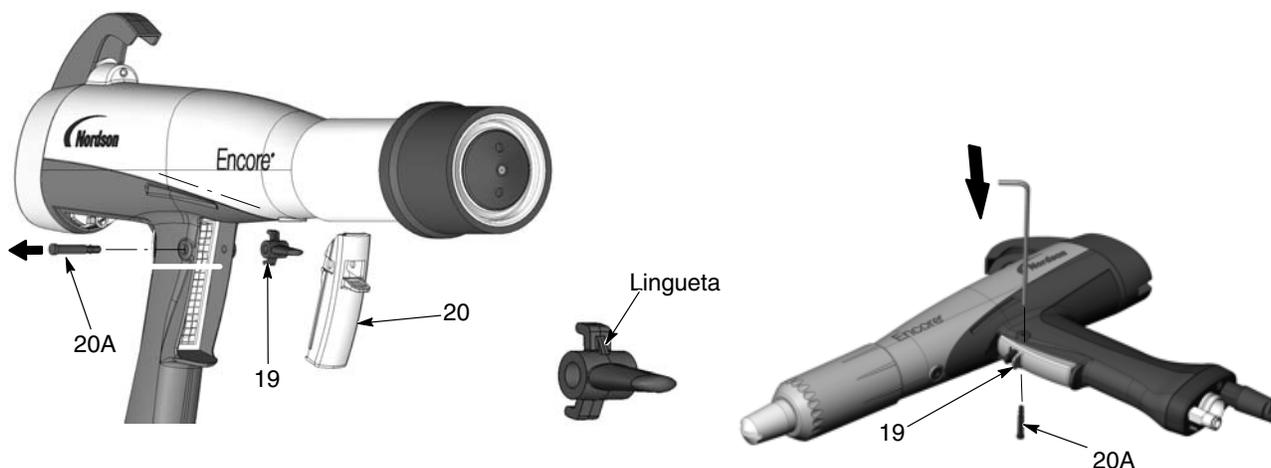

Figura 6-7 Remoção do eixo e dos gatilhos para fora do punho
3. Consulte a figura 6-7. Coloque a pistola de spray sobre uma superfície fixa, de modo que a extremidade com o diâmetro menor do eixo do gatilho (20A) fique orientada para cima.
5. Retire, do punho, o gatilho de spray (20), o atuador (21, não ilustrado) e o gatilho de purga (19).